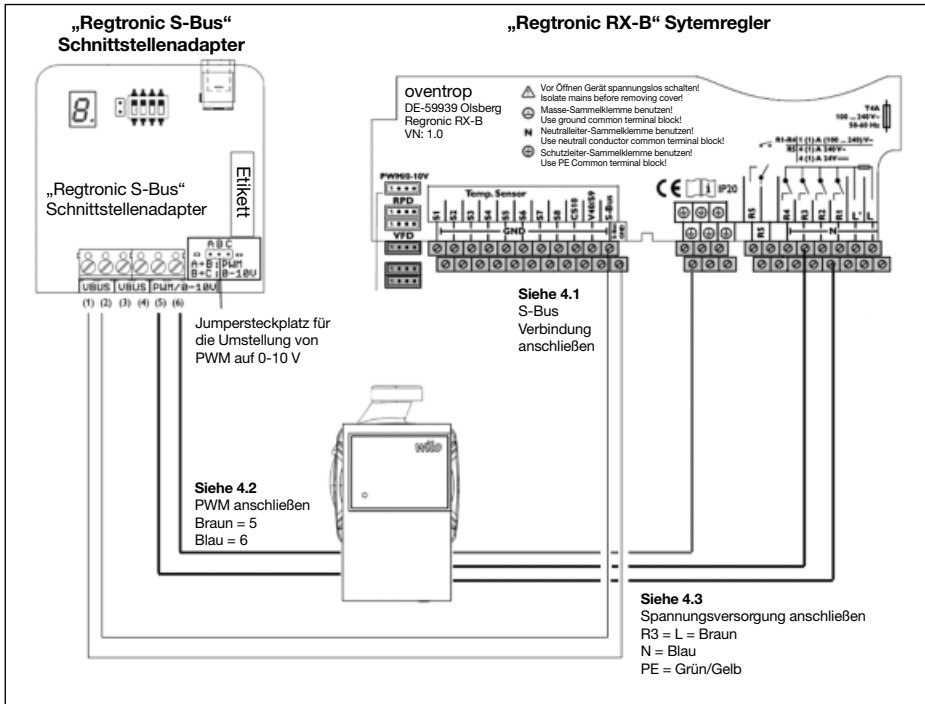

Abb. 5.4 Anschluss-Schema
- 4.1. Gehäusedeckel des Stationsreglers „Regtronic RX-B“ öffnen und den V-Bus Anschluss des „Regtronic S-Bus“- Schnittstellenadapters mit dem S-Bus-Anschluss des Reglers verbinden (Siehe Abb. 5.4), die Verpolung ist beliebig. Anschlusskabel sind im Lieferumfang enthalten.